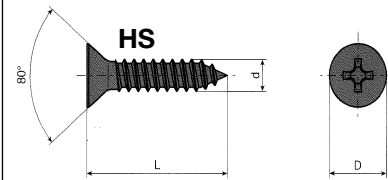

FIG. 1
### ① Descrizione degli accessori (FIG. 1)
### ① Beskrivelse af tilbehør (FIG. 1)